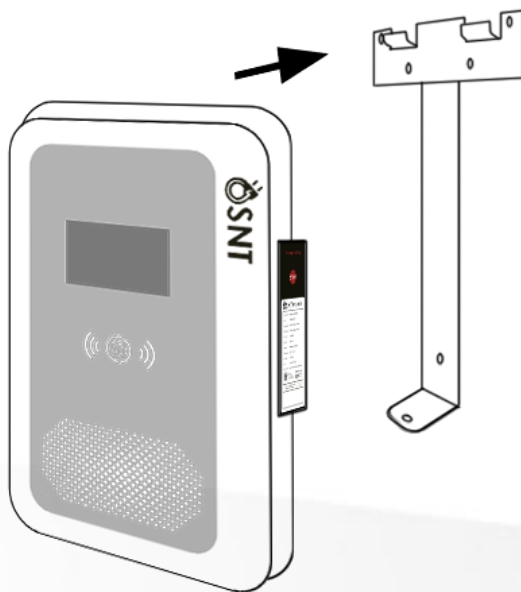

рис.3
- а. С помощью монтажного кронштейна и нивелира разметьте место установки, как показано на рис.3